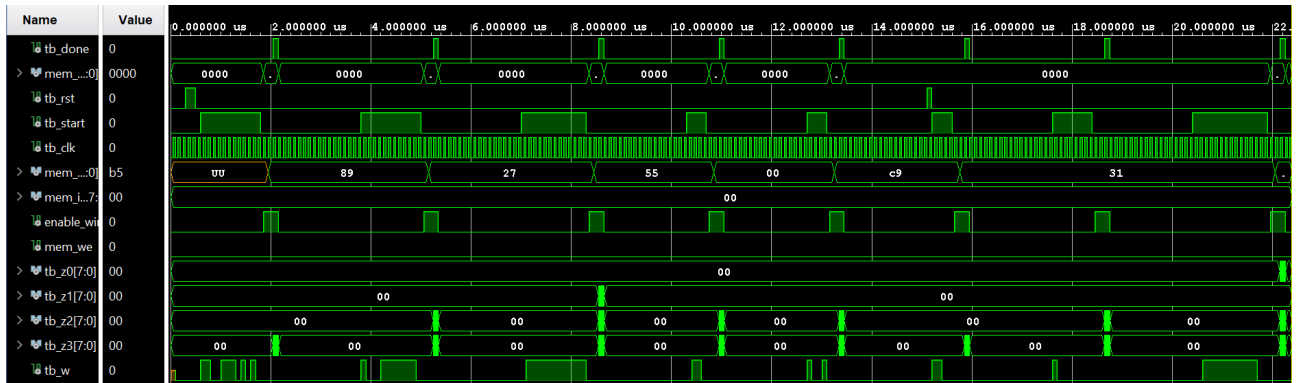

Figura 11
3.1. Reset dopo l'attivazione del segnale “o_done”: verifica che, ricevuto un segnale di reset subito dopo il segnale di “o_done”, tutti i valori siano stati azzerati. A seguire la waveform prodotta da questo test in figura 11;